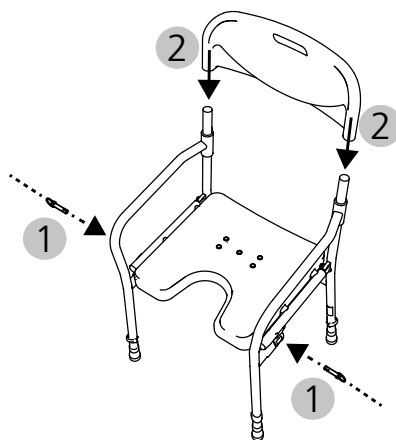

Abb. 5
4. Die Sicherungsbolzen (rechts/links) werden seitlich eingesteckt bis sie einrasten (Abb. 5, 1).
5. Die Rückenlehne mit beiden Händen seitlich anheben. Im nächsten Schritt die Rückenlehne bis zum Anschlag der Hülzenbefestigung, auf die Rückenrohre aufschieben (Abb. 5, 2).